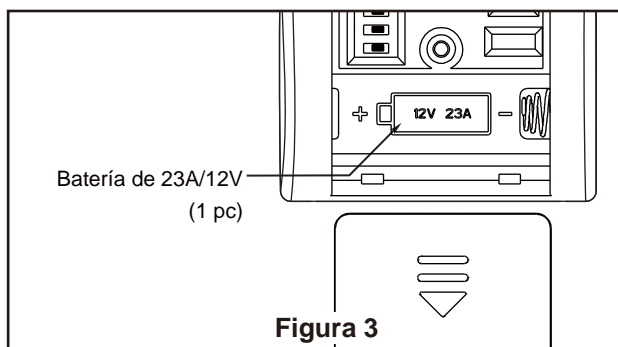

Figura 3
3. Extraiga uno de los tres tornillos del ensamblaje de la placa de iluminación y guarde los tornillos para pasos posteriores. Afloje levemente los otros dos tronillos. (Figura 3)
3. Para que el ventilador sea funcional, instale las pila (incluidas) de 23A/12V en el transmisor del mando a distancia. Mientras el ventilador esté apagado. A continuación, siga el proceso de fijación remota de código. Si no se utiliza el ventilador durante un largo periodo de tiempo, extraiga la batería para evitar cualquier daño al transmisor. Almacene el mando a distancia en un lugar alejado del calor o la humedad excesiva. (Figura 3)